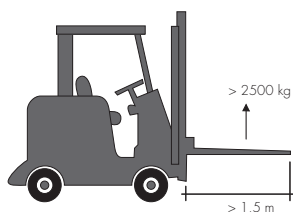

fig. 1.
- Gebruik een goede vorkheftruck met een laadvermogen van ten minste 2500 kg en vorken met een minimale lengte van 1,5 meter. (fig 1.)